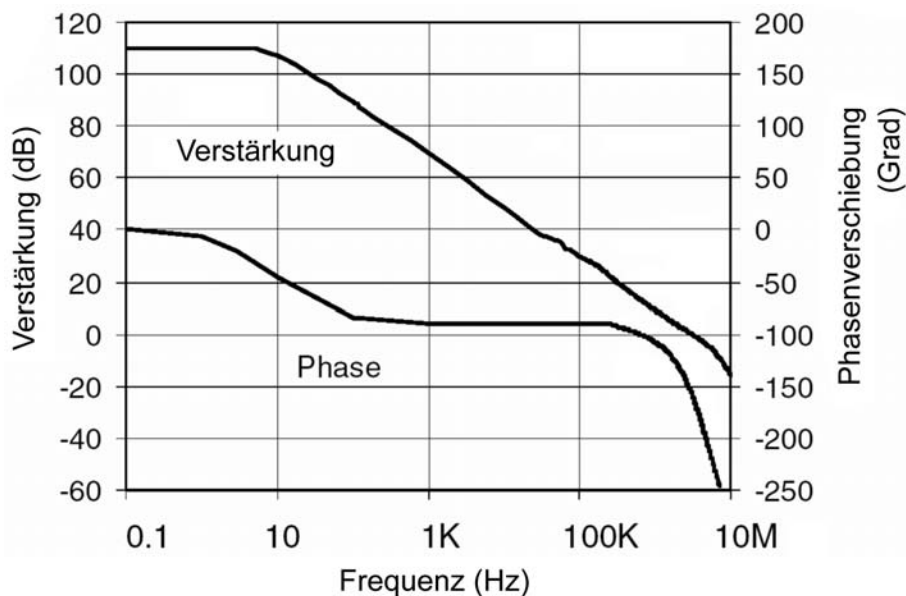

Abb. 1 Bode-Diagramm eines Operationsverstärkers (nach Microchip)
4. Abb. 1 zeigt das Bode-Diagramm eines Operationsverstärkers. Kann dieser Verstärker als 1:1-Puffer (Impedanzwandler) betrieben werden? Erläutern Sie kurz (anhand des Diagramms), wie Sie zu Ihrer Aussage gekommen sind.